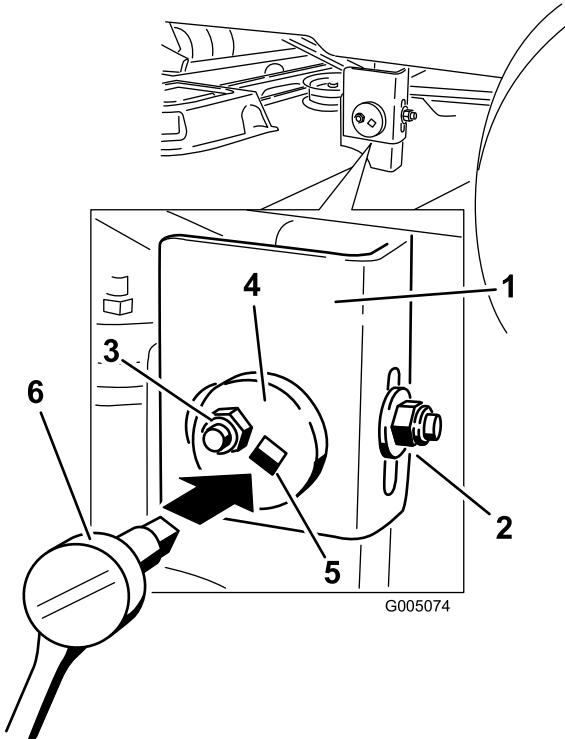

Figura 52
- Mueva al lado izquierdo de la máquina. Afloje, pero no retire, la tuerca de bloqueo trasera de la barra de soporte (Figura 52).
excéntrica (Figura 52). Utilice una llave de extensión de 3/8 pulgada de una llave de tubo para manipular la placa excéntrica. Utilice la llave para ajustar la altura de la plataforma del cortacésped a la altura deseada.
- Cuando la plataforma esté en la posición deseada, apriete la tuerca de bloqueo lateral de la barra de soporte para fijar la posición nueva (Figura 52). Apriete la tuerca de bloqueo trasera de la barra de soporte.